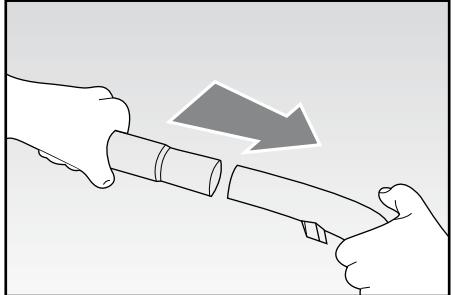

Fig. 3
- Inserire il tubo telescopico (G) sull'impugnatura (Fig. 3).